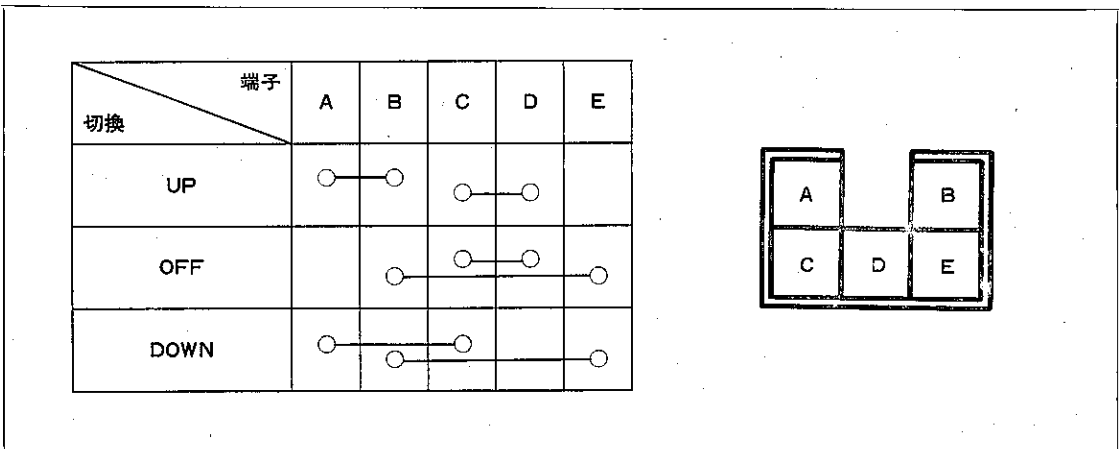

図8-10-9 スイッチ点検
- ①パワーウィンドスイッチ各端子間の導通基準（図8-10-9参照）